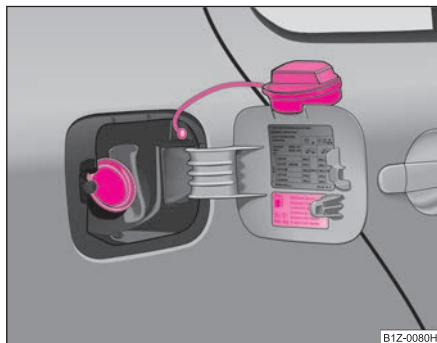

Fig. 188 Clapeta rezervorului cu capacul deschis.
Există mai multe tipuri de benzină. Citiți manualul „Date tehnice”, pentru a afla ce tipuri de benzină se potrivesc autovehiculului dumneavoastră. Aceleași informații le veți găsi și pe partea interioară a capacului rezervorului de benzină ⇒ pagina 246, fig. 188.
- Deșurubați capacul spre stânga și așezați-l pe clapetă, în partea de sus ⇒ fig. 188.